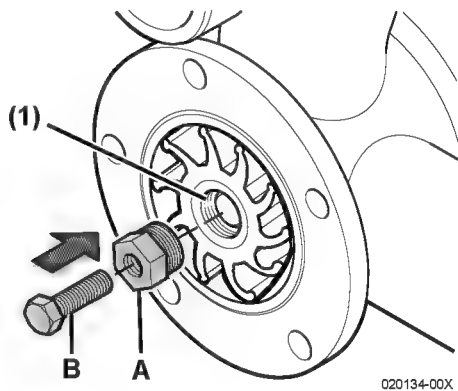
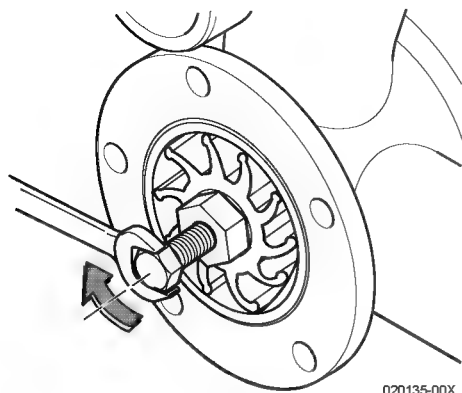

Figure 12
Figure 13
*Note: Lorsque vous remplacez un impulseur usé par un nouveau, l'impulseur doit avoir un filet de M18x1.5 (**Figure 12, (1)**). Tournez la vis latérale M18 de l'impulseur au côté du couvercle et installez (**Figure 13**).*